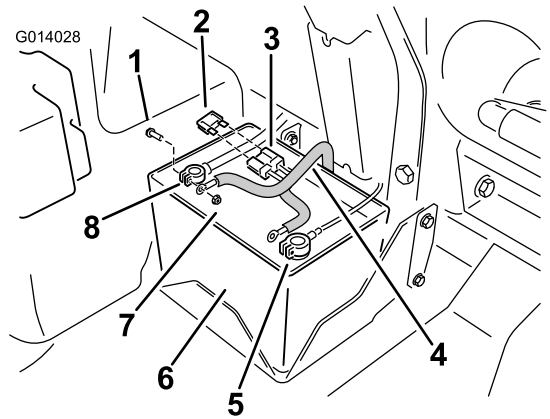

图17
4. 将电气线束上的正极红色环形接线端子连接到红色电池线的紧固件上（图17）。
- 5. 将负极黑色环形接线端子连接到负极电池线（图17）。
- 8. 在电池处，将保险丝安装到线束（图17）的开放式接头。